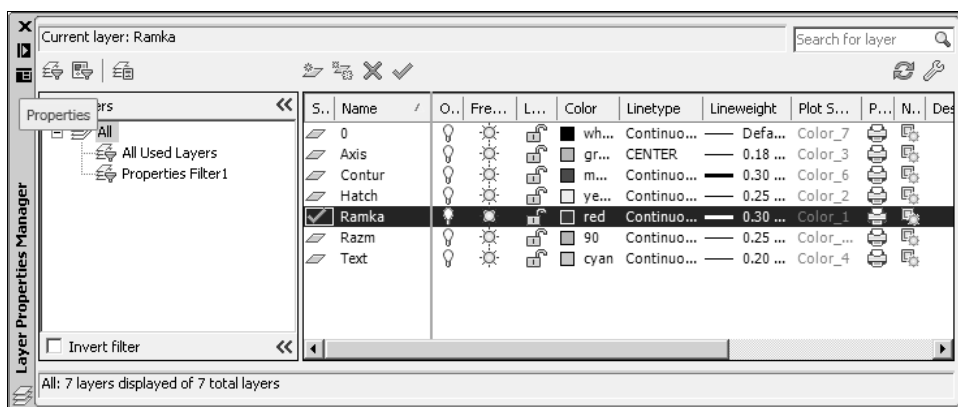

Рис. 5.2. Диалоговое окно диспетчера свойств слоев
Диалоговое окно диспетчера свойств слоев размещено на выдвигающейся из вертикального заголовка палитре, которая состоит из двух панелей (рис. 5.2).
На левой стороне диалогового окна диспетчера свойств слоев выводится дерево слоев, а на правой — список слоев, относящихся к выбранному элементу дерева (см. рис. 5.2). Так если в дереве выбрана строчка **Все** (Все), то на правой панели выводятся все слои рисунка.
В первой строке палитры диспетчера слоев выведено поле **Current layer** (Текущий слой) с именем текущего слоя (на рис. 5.2 это слой *Рамка*).
1. Щелкните мышью на кнопке  **Layer Properties Manager** (Диспетчер свойств слоев), расположенной на панели инструментов **Layers** (Слой). Появится диалоговое окно диспетчера свойств слоев (см. рис. 5.2).
На рис. 5.2 изображен диспетчер свойств слоев, в информационном поле которого выведены строки таблицы с созданными слоями.